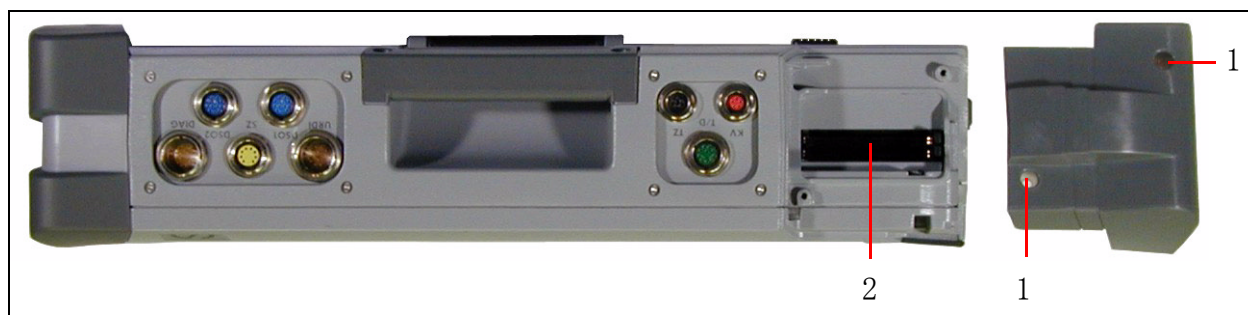

图 3-2 PCMCIA 接口的入口
1. 用梅花槽螺钉扳手 T8 拧下右侧防护角的两个螺钉（见图 3-2, 1）。
3. PCMCIA 插接位置露出（图 3-2，2），请插入扩展卡。